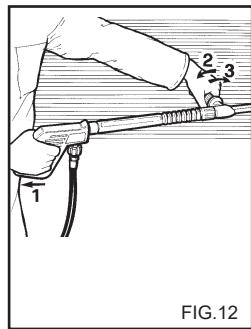
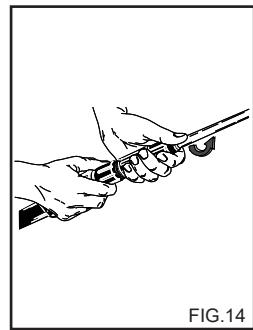

FIG.12
FIG.14
## ANVENDELSE AF DET DOBBELTE SPYD ELLER JUSTERBARE HOVED. (fig. 12)
2) Fjern forlængeren fra håndtaget og påsæt det dobbelte spulerør eller spulerøret med det roterende hoved (fig. 14), start højtryksrenseren og sugefunktionen til sæbe på spulerøret (fig. 12, 13) og fugt overfladen, som skal renses, nedefra og opefter.